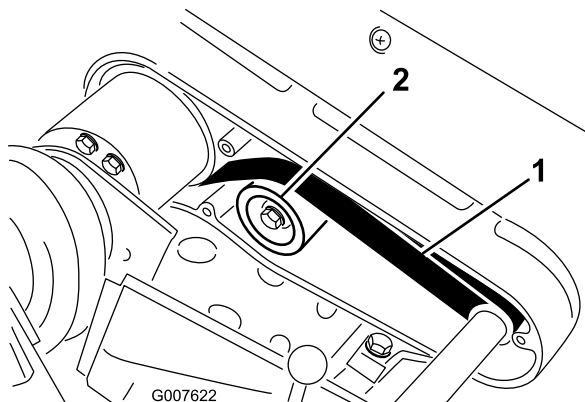

Figura 42
2. Verifique a tensão pressionando a correia a meio curso entre as polias (Figura 42) com uma força de 22 a 26 Nm. A correia deverá flectir-se 6 mm.
- A. Desaperte a porca de montagem da polia intermédia e incline-a para o lado de trás da correia até que obtenha a tensão desejada da correia (Figura 42).